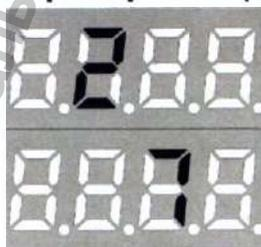

Рис.12
2. Режим неисправности работы ламп или ЭПРА – при свечении индикатора «Неисправность» в одном или нескольких разрядах высвечивается номер неисправной лампы или ЭПРА (рис.12).
**ВНИМАНИЕ !** При выходе из строя одной или нескольких ламп (или ЭПРА) установка автоматически отключается. На панели управления загорается индикатор «Неисправность», на табло информационном многофункциональном отображаются номера вышедших из строя ламп (рис. 12), в течение 5 минут подается звуковой сигнал. Службам или штатным техническим специалистам (п.7.5.) провести замену неисправных ламп или ЭПРА. В случае необходимости экстренного отключения установки, нажмите кнопку «СТОП». При выполнении этого действия необходимо соблюдение всех мер предосторожности, связанных с защитой от ультрафиолетового излучения глаз и кожных покровов.